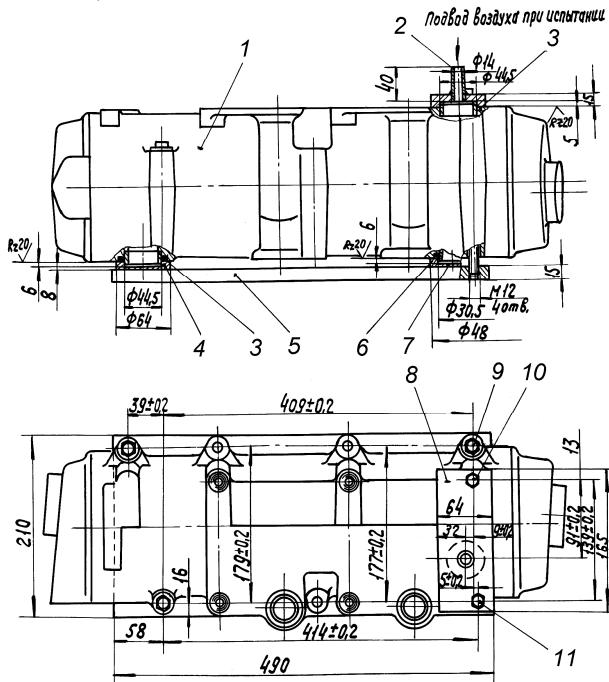

Рис. 12. Приспособление для испытания масляного радиатора на герметичность:
- 6 Проверить радиатор на герметичность со стороны масляной полости. Для проверки водомасляного радиатора двигателя используется специальное приспособление (рис. 12). Для охладителя масла трансмиссии можно использовать детали подвода и отвода масла. При этом одно из двух отверстий заглушить.